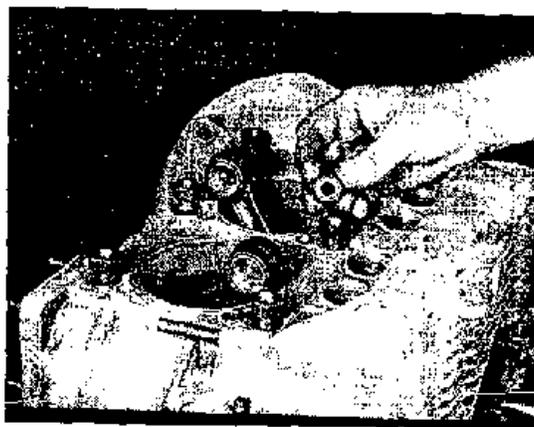

Figura. 71 Colocación de las tuercas del cárter
- Instale las 6 tuercas de 15 mm y apriete a un par de 14 lb-pie. (Ver figura 71)